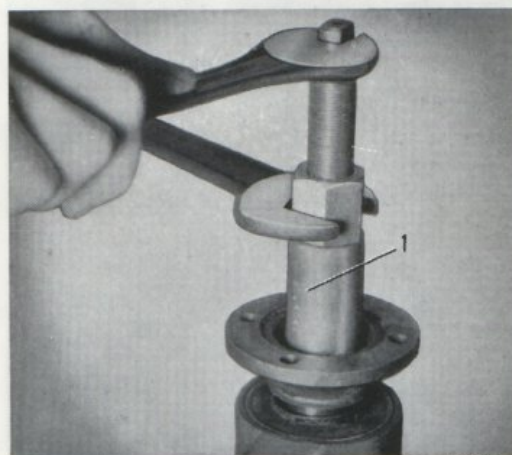

Bild 9. Mont. av medbringare.
4. Pressa på medbringaren med hjälp av pressverktyg SVO 1845, bild 9. Montera bricka och mutter. Drag denna med 28—30 kgm.